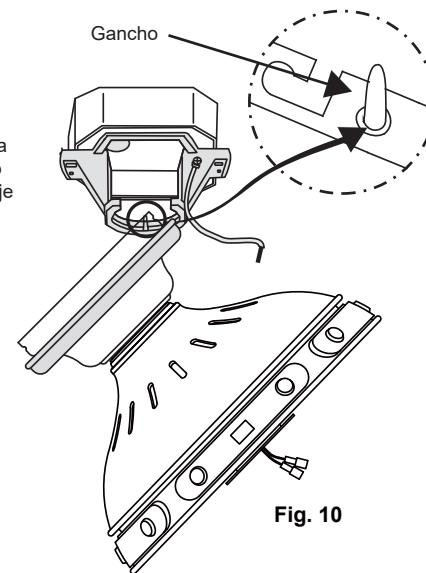

Fig. 10
**Paso 2.** Empuje la cubierta decorativa del tornillo de montaje hacia abajo y hacia afuera de la cubierta dejando que descance sobre la carcasa del motor (**Fig. 10**) y cuelgue el ventilador en el soporte de montaje en el techo insertando el gancho en el borde interior del soporte de montaje en el techo a través de uno de los orificios para tornillos en la cubierta del techo (**Fig. 10**). Esto le permitirá tener ambas manos libres para realizar las conexiones de cableado.